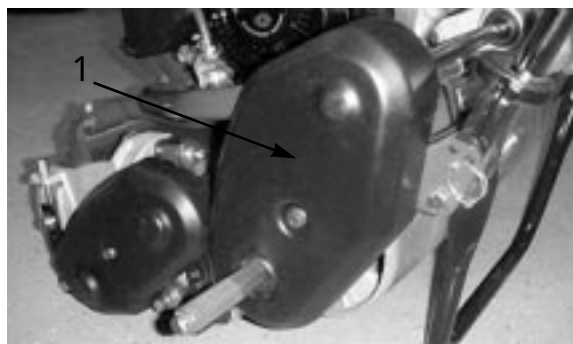

図 44
1. ベルト・カバー固定ネジ (図44) を外してベルトを露出させる。